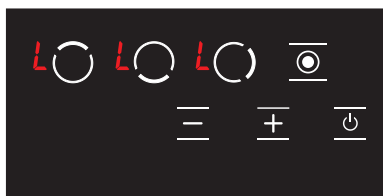

Рисунок 20
1. Когда варочная панель включена и блокировка клавиатуры активна, **L** будет отображаться на весь экран. (см. Рисунок 20) Если какая-либо из конфорок горячая, значки **L** и **H** будут показаны по очереди. Только кнопку **0** можно использовать для включения и выключения варочной панели.